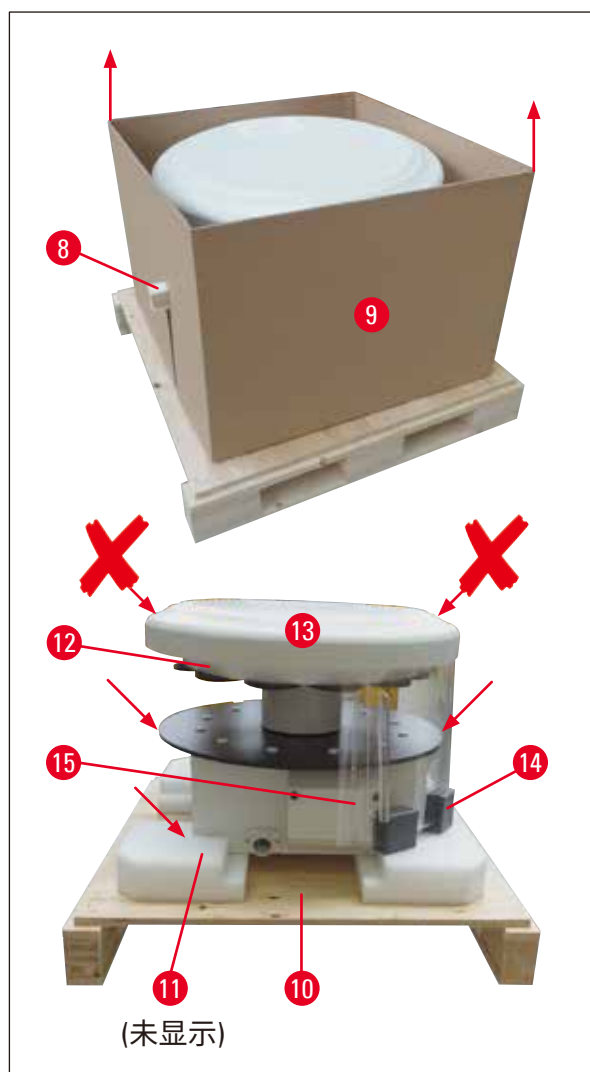

图 11
- 抬起仪器时 (2 个人), 抓住试剂容器平台或外壳下半部分 (参见下图 (→ 图 11), 红箭头), 然后从底座 (→ 图 11-10) 上抬起。